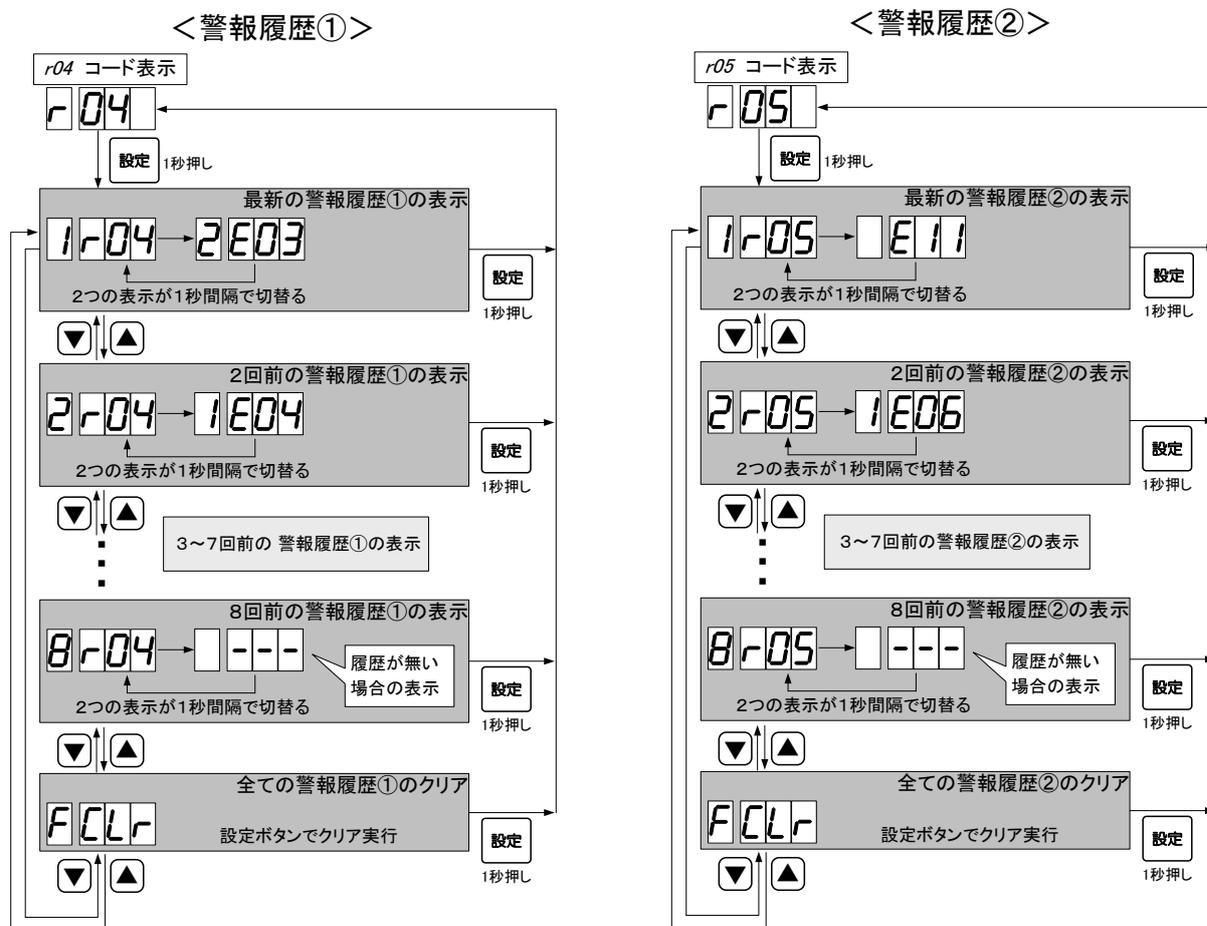

図 25 警報履歴①と②の表示例
- ・警報履歴①は、コード r04 で、確認することができます。
- ・図 25 に、表示例を示します。
- ・警報履歴②は、コード r05 で、確認することができます。
- ・保存される警報は、警報履歴①以外(※)です。警報の内容及び、コード表示については、「**8**故障の原因と対策」を参照ください。